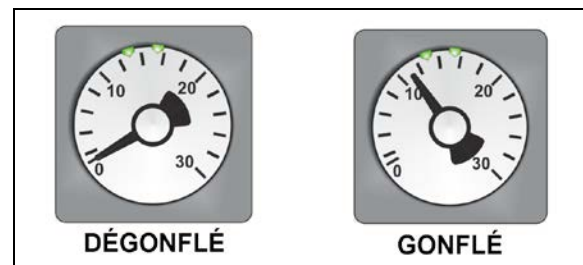

FIGURE 42: MANOMÈTRE DU JOINT GONFLABLE 26117
4. Finalement, le joint gonflable peut être regonflé en tournant la poignée de la soupape dans le sens antihoraire. Vérifier le manomètre du régulateur de pression du joint gonflable pour voir si la pression augmente jusqu'à environ 11 psi. (Figure 42). L'aiguille du manomètre doit être placée entre les deux petits repères verts du cadran ().
- Enfin, le joint gonflable peut être regonflé en tournant la poignée de la soupape dans le sens antihoraire. Vérifier le manomètre du régulateur de pression du joint gonflable pour voir si la pression augmente jusqu'à 11 psi (Figure 42).